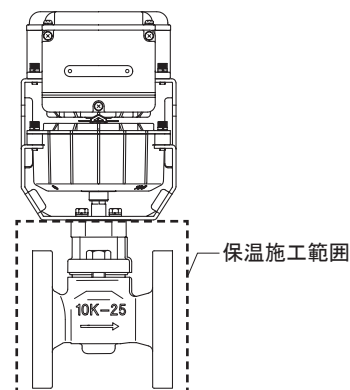

図9 保温施工
- 保温施工は、『図9』の [] の範囲内で処理してください。